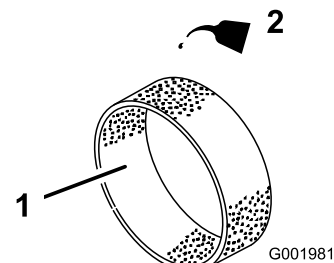

図 46
4. 乾いたら新しいエンジン・オイルを30~60 cc 含ませる (図 46)。